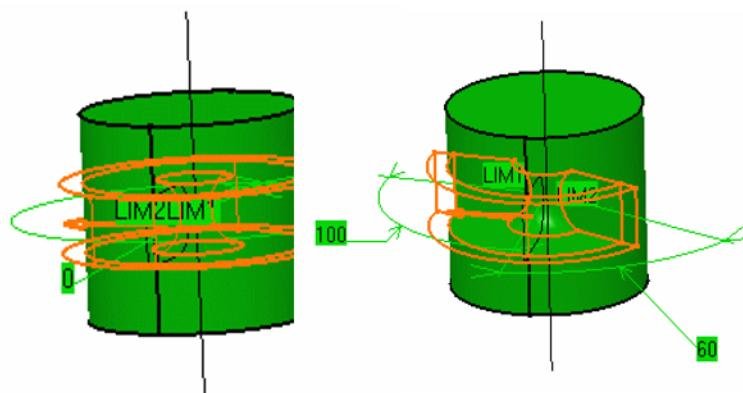

Fig.22. Crearea canalului pentru inel elastic (**Preview**)
- Se aleg limitele canalului: LIM1 si LIM2 (fig.22), sistemul afiseaza canalul care va fi creat (**Preview**);